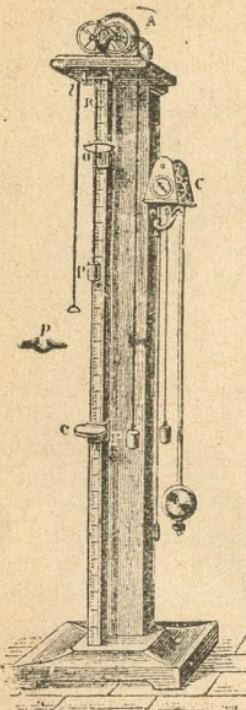

Fig. 6.—Máquina de Atwood.
5. **Máquina de Atwood.**—La máquina de Atwood (fig. 6) tiene por objeto retardar la caída de un cuerpo para estudiar más fácilmente las leyes.
La velocidad está modificada, pero la naturaleza del movimiento queda la misma. Esa máquina se compone esencialmente de una polea muy ligera *A* (fig. 6) que lleva en su garganta un hilo de cuyas extremidades penden dos masas iguales *P* que se hacen equilibrio en todas las posiciones. Una pequeña masa adicional *p* arrastra la masa *P* con un movimiento lento á lo largo de una regla dividida. Se busca donde se debe colocar la corredera *C* para impedir la caída después de un segundo, dos segundos, etc.